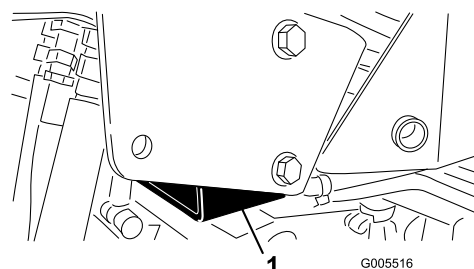

Figure 38
- Côté droit – sous le support de l'arceau de sécurité (ROPS) (Figure 38)